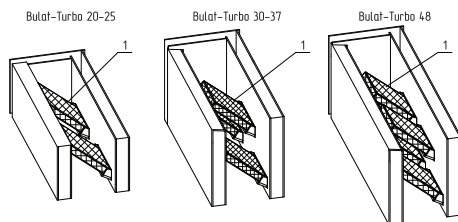

Рис.5 Схема установки шамотных кирпичей
- Установите шамотные кирпичи (**Рис.5, поз.1**) так, чтобы один край кирпича лежал на скобе, а второй опирался на противоположную стенку котла;